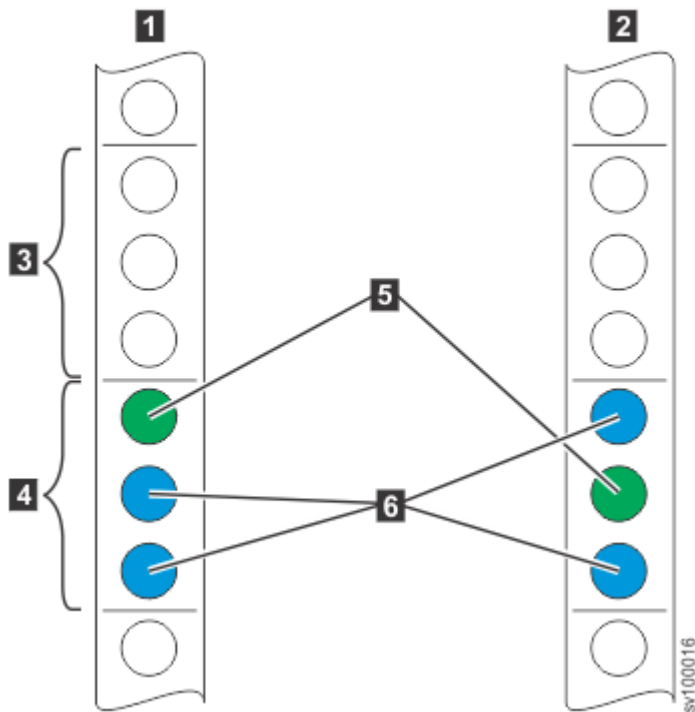

Figure 21. Identification de l'espace d'armoire
2. Sélectionnez un espace 2U disponible (en fonction du noeud que vous installez) dans votre armoire pour installer le noeud, conformément à la Figure 21, à la page 21.